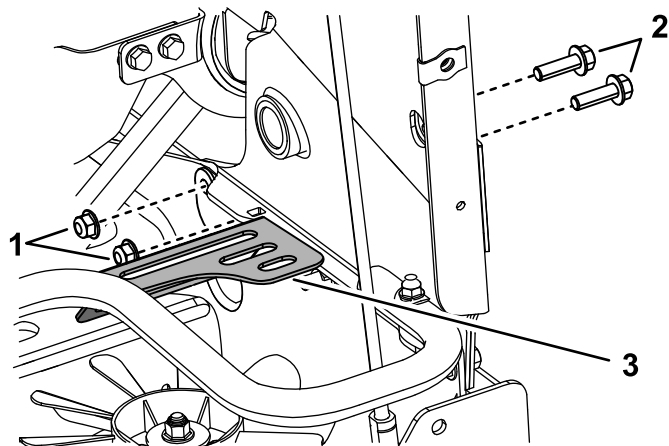

Figure 28
14. Retirez les 2 boulons et les 2 écrous sur le côté droit de la machine, et utilisez-les pour monter la protection du ventilateur (Figure 28). Serrez les boulons à un couple de 37 à 45 N·m (27 à 33 pi-lb).